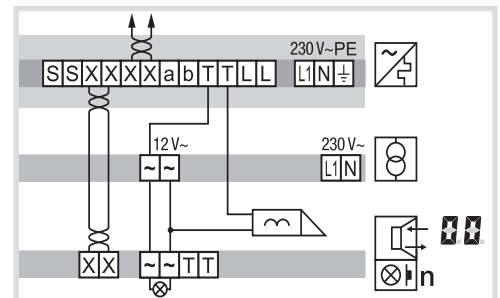

Bild 8: Anschluss des Geräts mit manipulationsgeschütztem Türöffner
- Bei manipulationsgeschützter Installation den Türöffner an den Kontakt der Strangversorgung anschließen (Bild 8).